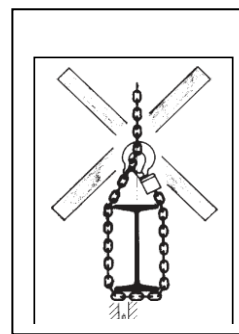

Fig. 6
- Lastekjettingen skal ikke benyttes til surring (løftkjetting) (fig. 6).